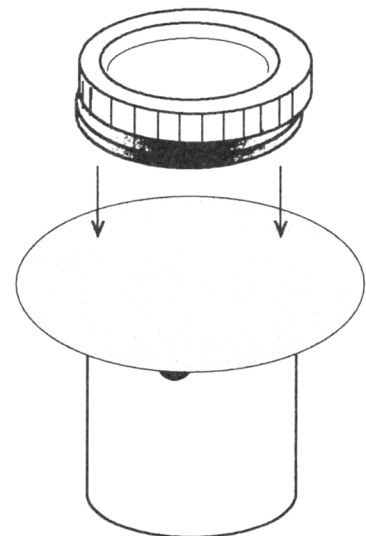

図17
⑤ 図17のように、ゴム風船から直径5 cmの円を切り取る。そのゴム片を少々張りながら、④で作ったキャップをはめる。
⑥ フィルムケースの底から、長さ40cmのビニールホースを風船のゴムを少し押し上げるところまで入れる。